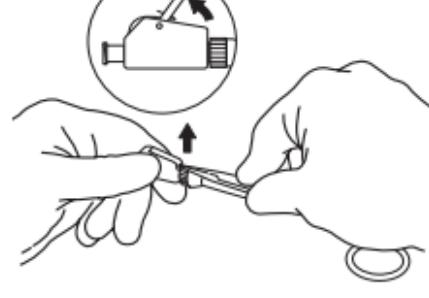

Fig. 4
- b. Lirk opad, indtil grebet på låsekammen er frit. (**Fig. 4**)